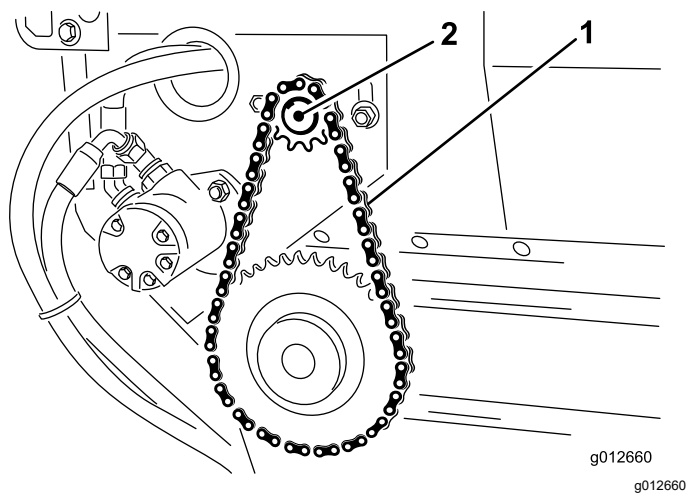

図 24
- モータスプロケットアセンブリをメインフレームに固定しているボルト・ナットをゆるめる 図 24。
- モータスプロケットアセンブリを回して 図 24 コンベアベルトのチェーンのたわみが 3.2 mm になるように調整する。
5. 取り付けボルトを締め付ける 図 24。